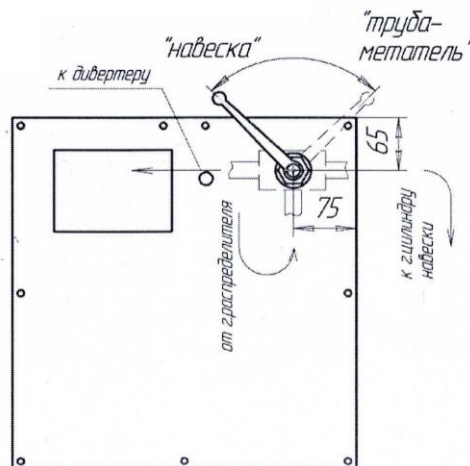

Рисунок 5. Схема расположения трехходового крана
- в крышке по указанным размерам на схеме (рис. 5) просверлить отверстие  $\varnothing 23$  мм;